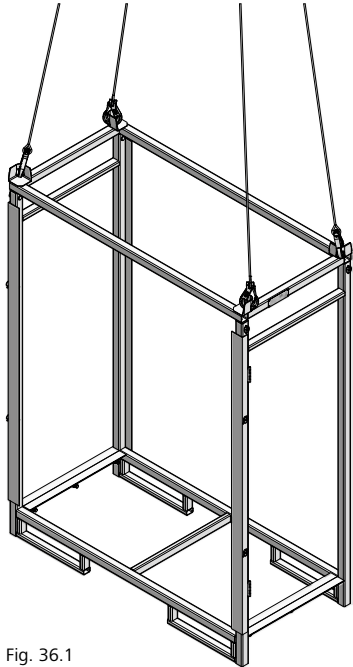

Fig. 36.1
- Manutention à la grue En cas de grutage, il faut s'assurer que personne ne se trouve sous la zone de manœuvre de la charge. N'utiliser que des élingues à chaînes. Les chaînes doivent pouvoir être déplacées librement dans la maille de tête, le crochet doit être équipé d'une sécurité pour prévenir tout décrochage intempestif de la charge (Fig. 36.1).